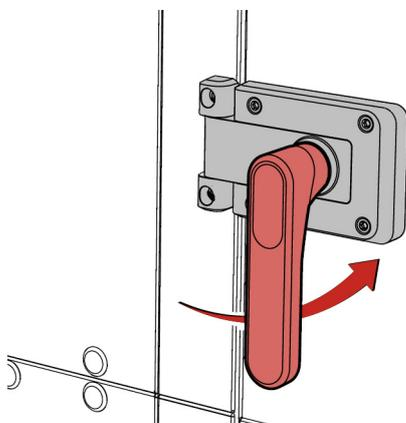

Abb. 48: Revisionstür mit Verschluss
- ▶ Den Türhebel 90° gegen den Uhrzeigersinn drehen (Abb. 48).